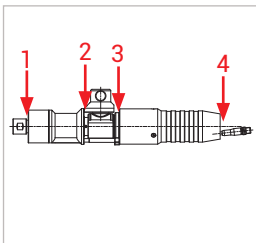

Abbildung 15
- ▶ Überprüfen Sie folgende Messstellen (Abbildung 15):
- WEH® Servicenippel (1)
- Führungshülse und Drehdurchführung (2)
- Drehdurchführung und Schutzhülse (3)
- Verschraubung (4)